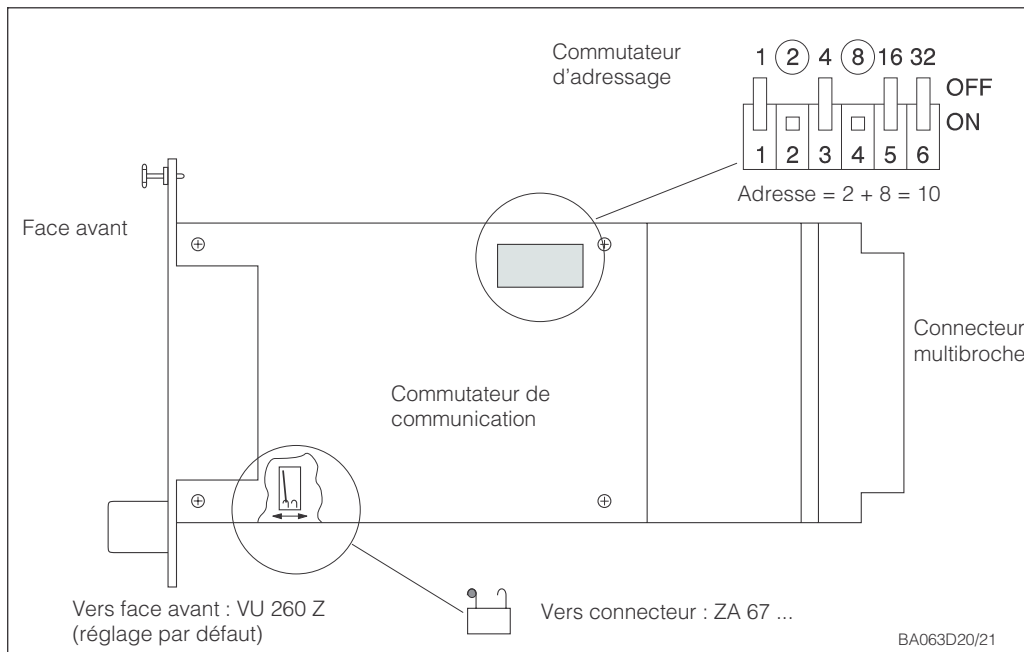

Fig. 2.10 :
La fig. 2.10 illustre les éléments de réglage pour l'exploitation à distance du Silometer FMC 671 Z/676 Z.
- La valeur de l'adresse correspond à la somme des commutateurs sur ON, càd 10 dans l'ex. de la fig. 2.10